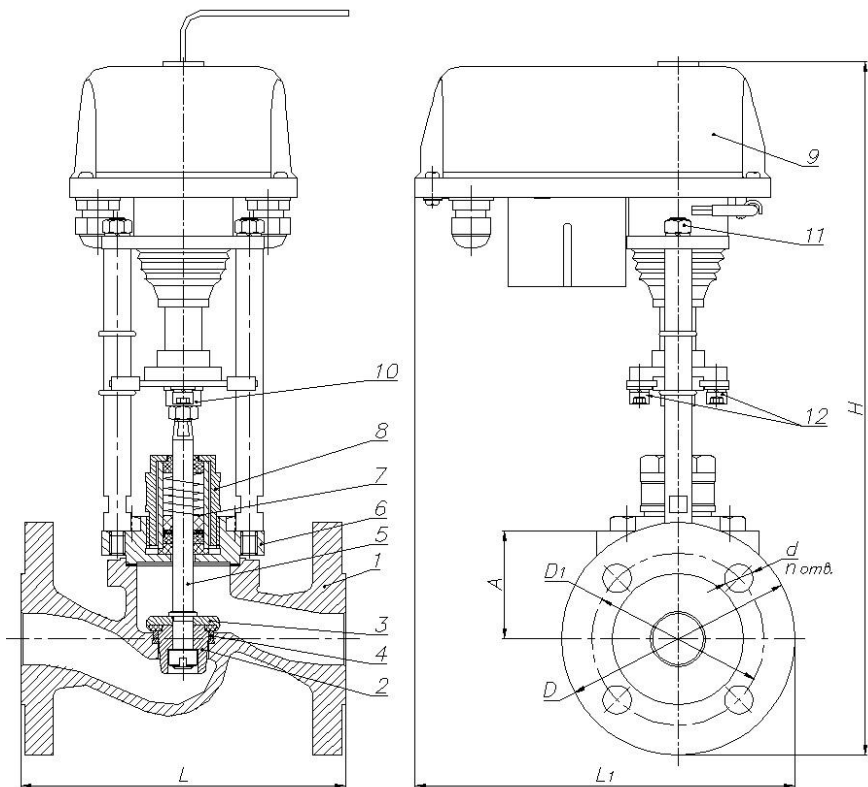

Рисунок 1 – Клапан ВКРП с ЭИМ
**1.3.1** Клапан ВКСР с электрическим исполнительным механизмом (ЭИМ) (см. рисунок 1 и таблицу 1) состоит из следующих основных узлов и деталей:
**2.6.2** Полная разборка клапанов (см. рисунок 1) с ЭИМ: